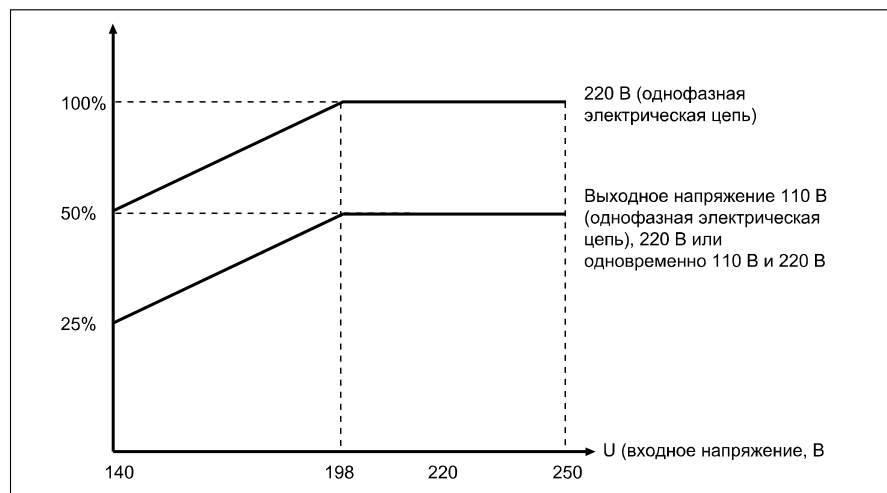

Рисунок 1
1. Перед началом работы убедитесь в том, что напряжение электрической сети находится в пределах диапазона входного напряжения, допустимого для данного устройства. Присоедините провод заземления к разъему заземления (6).
2. Включите регулятор напряжения с помощью выключателя питания/размыкателя цепи (1). На вольтметре выходного напряжения (5) регулятора напряжения должен отображаться отсчет 220 В. Только после того, как вы убедитесь в том, что напряжение является нормальным, вы можете включить оборудование, подключенное к регулятору напряжения.
3. Если регулятор напряжения одновременно выдает напряжение 220 В (4) и 110 В (3), то суммарный ток нагрузки не должен превышать номинальное значение.
4. Если напряжение сети ниже 198 В (см. рисунок 1): используйте это напряжение со снижением мощности в соответствии с кривой выходной мощности.
6. Если регулятор напряжения должен быть выключен, то сначала необходимо выключить присоединенное к нему оборудование с помощью выключателя питания оборудования, а затем выключить регулятор напряжения с помощью выключателя питания/размыкателя цепи (1). Не используйте выключатель питания регулятора в качестве выключателя оборудования.
8. Если переключатель Переключатель времени задержки(2) находится в "выпуклом" положении, устройство находится в режиме длительной задержки. При подаче питания загорается индикатор Normal work (индикатор нормального режима работы), индикатор "отложить" (индикатор задержки) гаснет через  $5 \pm 2$  мин, далее на выходе устройства появляется напряжение. Если устройство находится в состоянии защиты от повышенного или пониженного напряжения, тогда также потребуются  $5 \pm 2$  мин, пока не погаснет индикатор "отложить" (индикатор задержки) в режиме длительной задержки. Затем на выходе устройства снова появится напряжение. (смотрите рисунок справа)